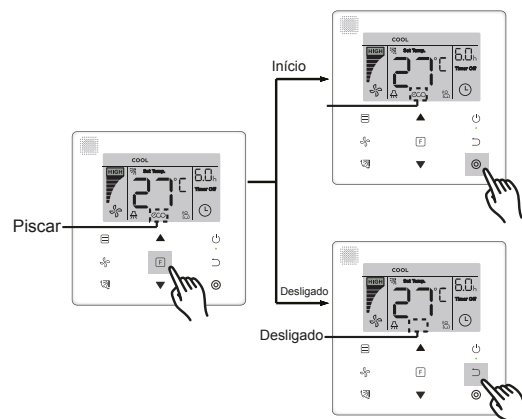

Figura 26
- Ligar/desligar a função “**ECO**”: pressione o botão **F** (Função) para alternar a função “**ECO**” (“**ECO**” pisca), e pressione o botão **⊙** para ligar a função ou o botão **⊃** para desligá-la (consulte a Figura 26).